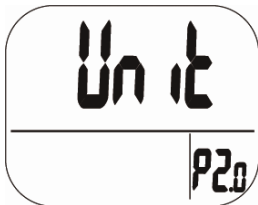

Abb. 11: Anzeige im P2.0-Modus
- Drücken Sie im P1.0-Modus die LOG/▲-Taste, um in den P2.0-Modus zu gelangen (siehe Abb. 11).